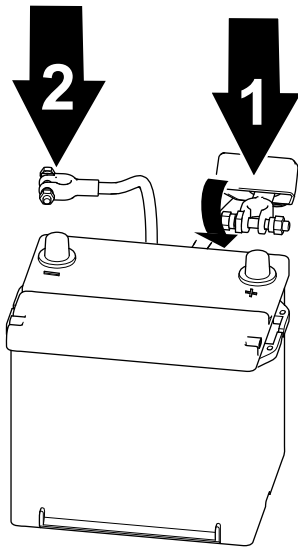

Figura 58
1. Conecte el cable positivo a la batería y apriete la tuerca de pinza de la batería (Figura 58).
2. Conecte el cable negativo a la batería y apriete la tuerca de pinza de la batería (Figura 58).